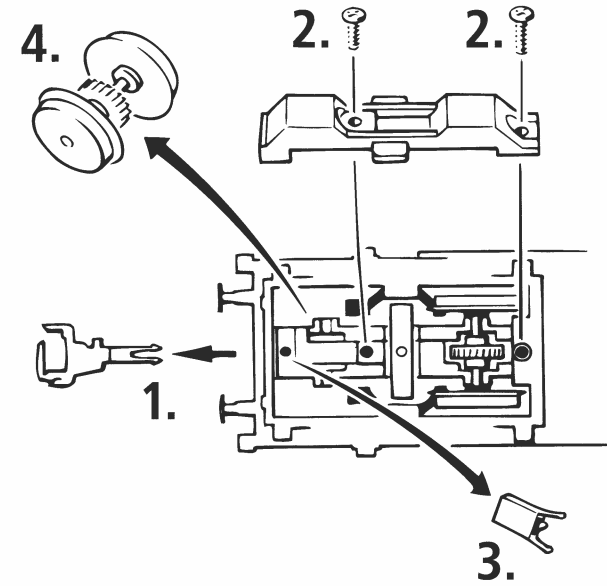

Fig. 4
Les lames de contact risquent de s'encrasser rapidement sur des voies poussiéreuses. Veuillez **enlever la poussière** aux endroits marqués à la fig. 9. Démontez d'abord le couvercle du carter des engrenages (fig. 4).
Pour graisser les engrenages (roues dentées, vis sans fin - fig. 4) nous vous conseillons la **graisse spéciale Roco ref. 10905** pour engrenages en matières synthétiques. Lorsque vous utilisez cette graisse il faut éviter d'huiler ces composants.
Démontez le **couvercle du carter** des engrenages (fig. 4). Delogez ensuite les essieux bandagés et enlevez, à l'aide d'une aiguille ou d'un tourne-vis fin les bandages d'adhérence. Lors du montage des nouveaux bandages veuillez veiller à ce que les bandages **ne soient pas tordues**.
1. Cleaning of wheel contacts: Wheel contacts easily get dirty on tracks which are not entirely clean. Use a small brush to **remove dirt** from spots marked in fig. 9. First remove gear cover (fig. 4)
2. Lubrication: Apply **tiny oil drops** to spots marked in fig. 7. Prior to lubrication dismantle locomotive (fig. 5). We recommend using item no. **10906, Roco oiler**. For lubrication the gear-parts (e.g. cog-wheels, worm - fig. 4) we would recommend our Roco **special grease** (item No. **10905**). Attention: Please do not oil these parts when using our grease.
4. Change of traction tyre: Remove **gear cover** (fig. 4). Take out the **wheel set** and remove **traction tyre** using a pin or a fine screwdriver. When pressing on the new traction tyre please **avoid twisting** it.
1. siehe } Fig. 4